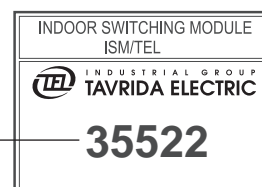

Figura 8
- Etichetta 1 con le informazioni sul costruttore e sul prodotto (Figura 8)